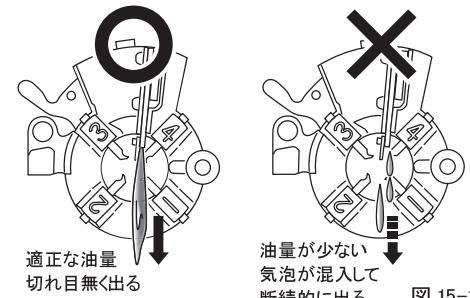
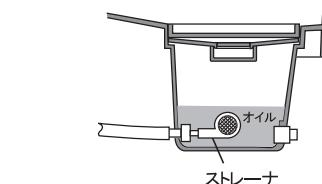

図 15-1
図 15-2
- ①本体のスイッチをONにし、主軸を回転させてください。
- ②ダイヘッドから出るねじ切り油が適正な量であることを確認してください。
- ・(図 15-1) ダイヘッドから出るねじ切り油の量が少ないとときは、タンク内のねじ切り油の量が、ストレーナが十分に隠れるだけ入っているかを確認してください(図 15-2)。少なければねじ切り油を補充してください。